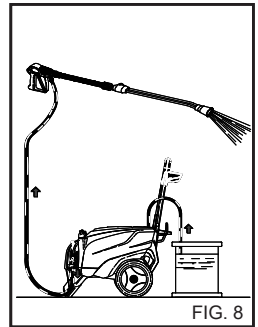

FIG. 8
- 1) Depois de usar o detergente, enxágue o circuito de sucção; enfie o tubo de sucção (fig. 8) de detergente num tanque contendo água limpa e faça com que a bomba funcione por um minuto com a torneira de dosagem completamente aberta e com a lança em fase de saída de detergente.